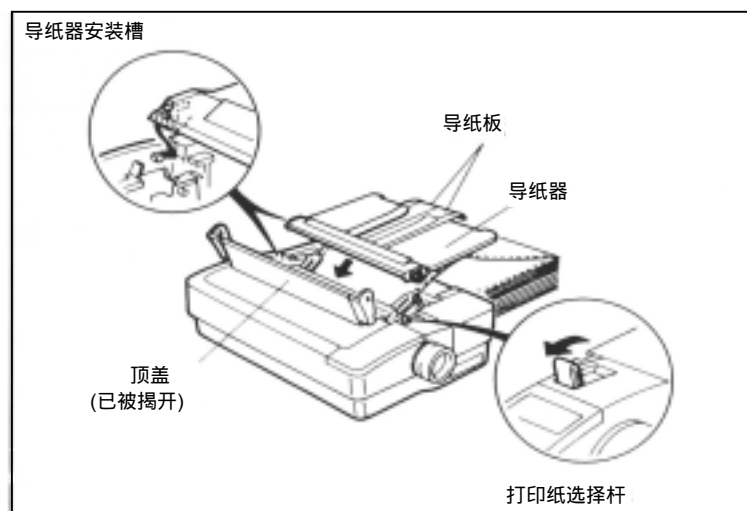

图 3-6 安装导纸器
6. 在进纸位置和出纸位置的分隔点（中间）安装导纸器，见图 3-6。安装导纸器时，应将打印机外壳上指向内部的两柱位滑入导纸器下角两侧的“L”型通道里，然后把导纸器往后倾斜。同时，把导纸器稍微往前移动。正确安装后，导纸器应与拖纸器位置平行。